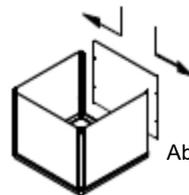

Abb. 2
3. Führen Sie die vier Seitengläser mit der langen Seite voran in die Seitenstützen sowie in die Aussparung in dem Rahmen (Abb. 2).